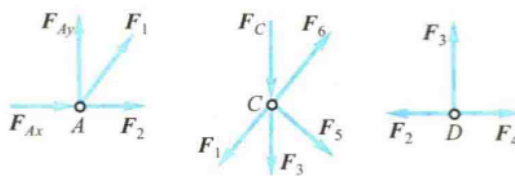

图 3.16 节点受力图
(2) 选取节点为研究对象,画受力图。由于杆均为二力杆,故杆对节点的作用力沿杆自身,假定为拉力(指向离开节点)。图 3.16 中绘出了图 3.14 所示桁架中 A、C、D 三节点的受力图(均为汇交力系)。
如图 3.16 中,  $F_{Ax}$ 、 $F_{Ay}$  求得后,即可由 A 节点的汇交力系确定  $F_1$ 、 $F_2$ ;进而由 D 节点确定  $F_3$ 、 $F_4$ ;然后,可再求 C 节点上的未知力  $F_5$ 、 $F_6$ 。所求出的力  $F_i$ ,即第  $i$  根杆所受到的内力,正者为拉力,负者是压力。